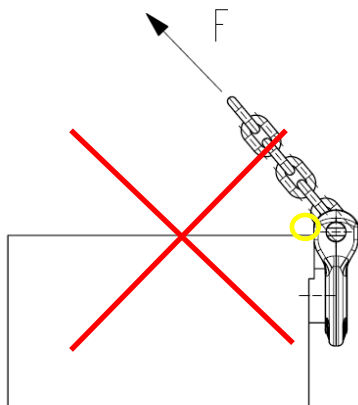

Figure 2 : utilisation interdite
5. Soulevez la charge avec précaution, le moyen d'élingage ne doit pas s'appuyer sur la pièce (figure 2).